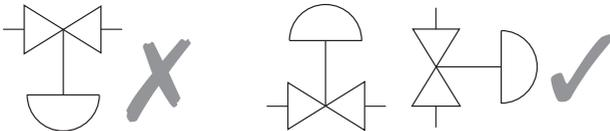

Abb. 3
- 3.5** Der Durchflusspfeil auf dem Ventilgehäuse muss mit der Durchflussrichtung des Mediums übereinstimmen. Das Ventil ist vorzugsweise in einer horizontal verlegten Rohrleitung (siehe Abb. 3) eingebaut werden. Wird ein Stellantrieb an das Ventil montiert, so sind die Montage- und Wartungsanweisungen des Stellantriebs zu beachten.